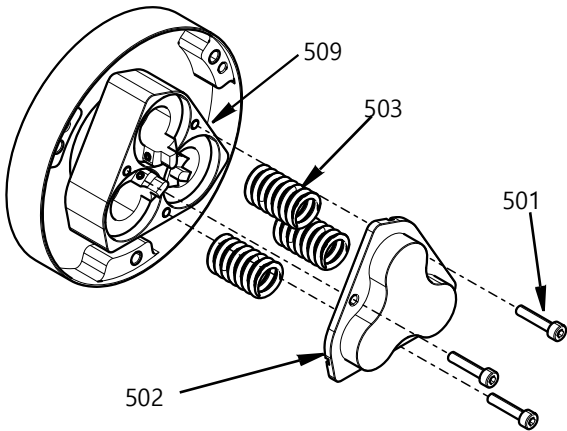

FIG. 10
- 차단 밸브 로드(512) 및 피스톤(506)에 접근하기 위해서는 먼저 M4 나사(501) 3개를 균일하게 분리하십시오. 그런 다음 스프링(503)과 함께 실린더 커버(502)를 분리할 수 있습니다. FIG. 10.